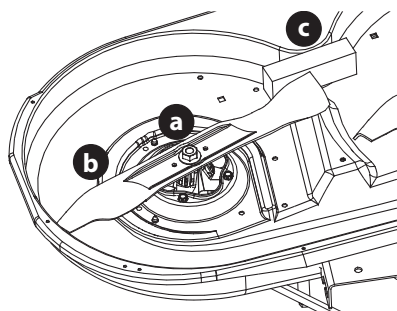

Figure 58
2. Placer un cale en bois (c) entre le carter du plateau de coupe et le tranchant de la lame (b) pour aider à débloquer l'écrou hexagonal (a) qui fixe la lame (b). Utilisez une clé de 15/16 po pour desserrer l'écrou hexagonal (a) (Figure 58).